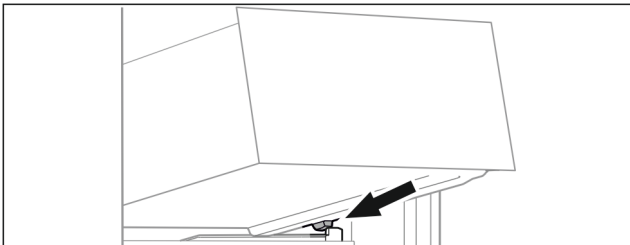

Fig. 15
- ▶ Встановити висувний ящик за стопорами на ребро для резервуару навкоси Fig. 15 ().